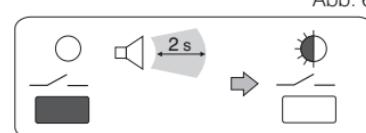

Abb. 6
- Halten Sie die Taste **“—”** gedrückt, bis ein einzelnes akustisches Signal ertönt; lassen Sie die Taste jetzt los: die LED blinkt (Abb. 6).